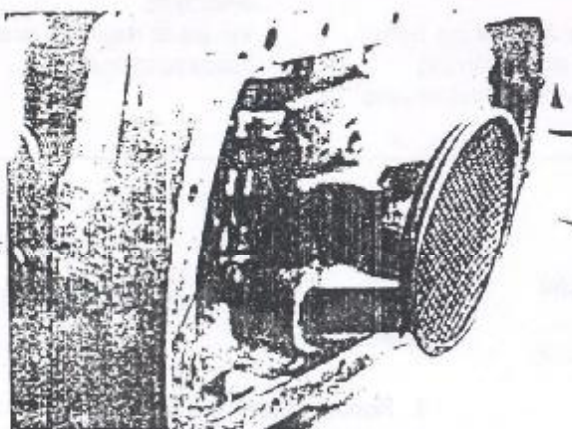

Figura 1.15.2 - Pescador de óleo
3. Remover o pescador de óleo, girando-o no sentido anti-horário (Figura 1.15.2).
1. Instalar o pescador de óleo, girando-o no sentido horário até o correto posicionamento (Figura 1.15.2).